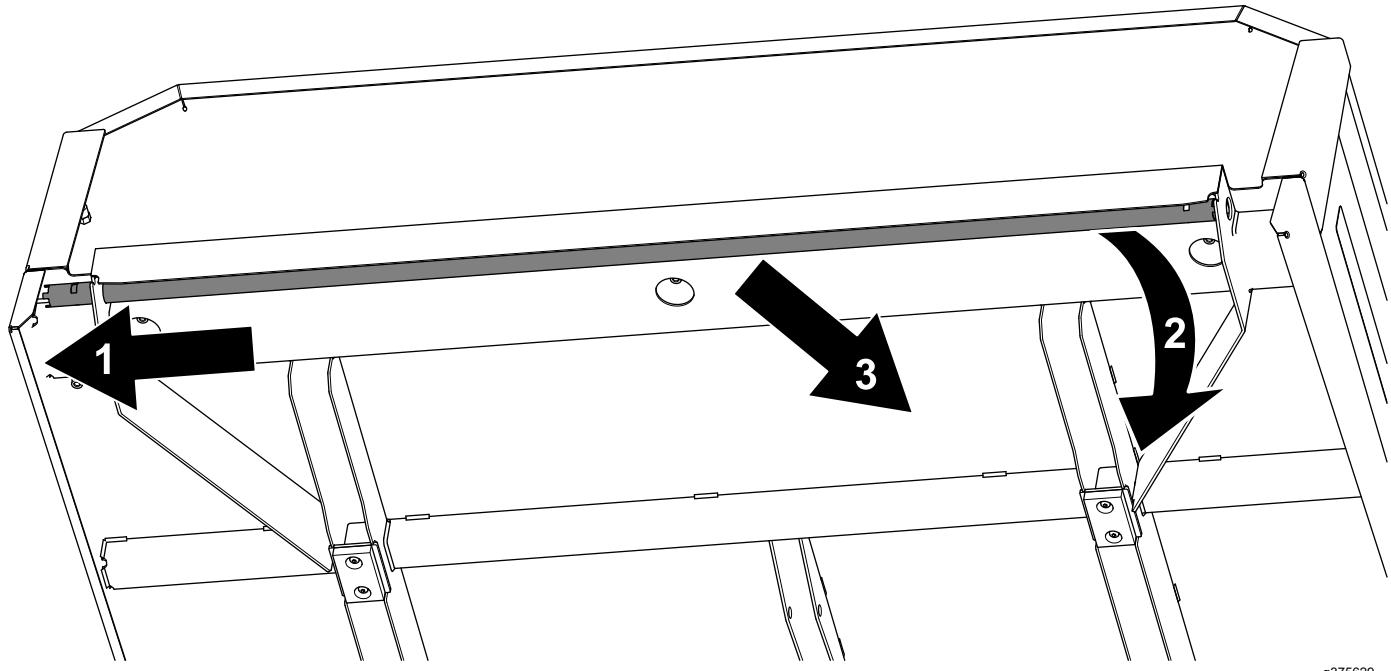

Figure 11
5. Poussez le tube du verrou vers le centre de la machine puis, quand un côté du tube s'affaisse, tirez le tube vers vous (Figure 11).